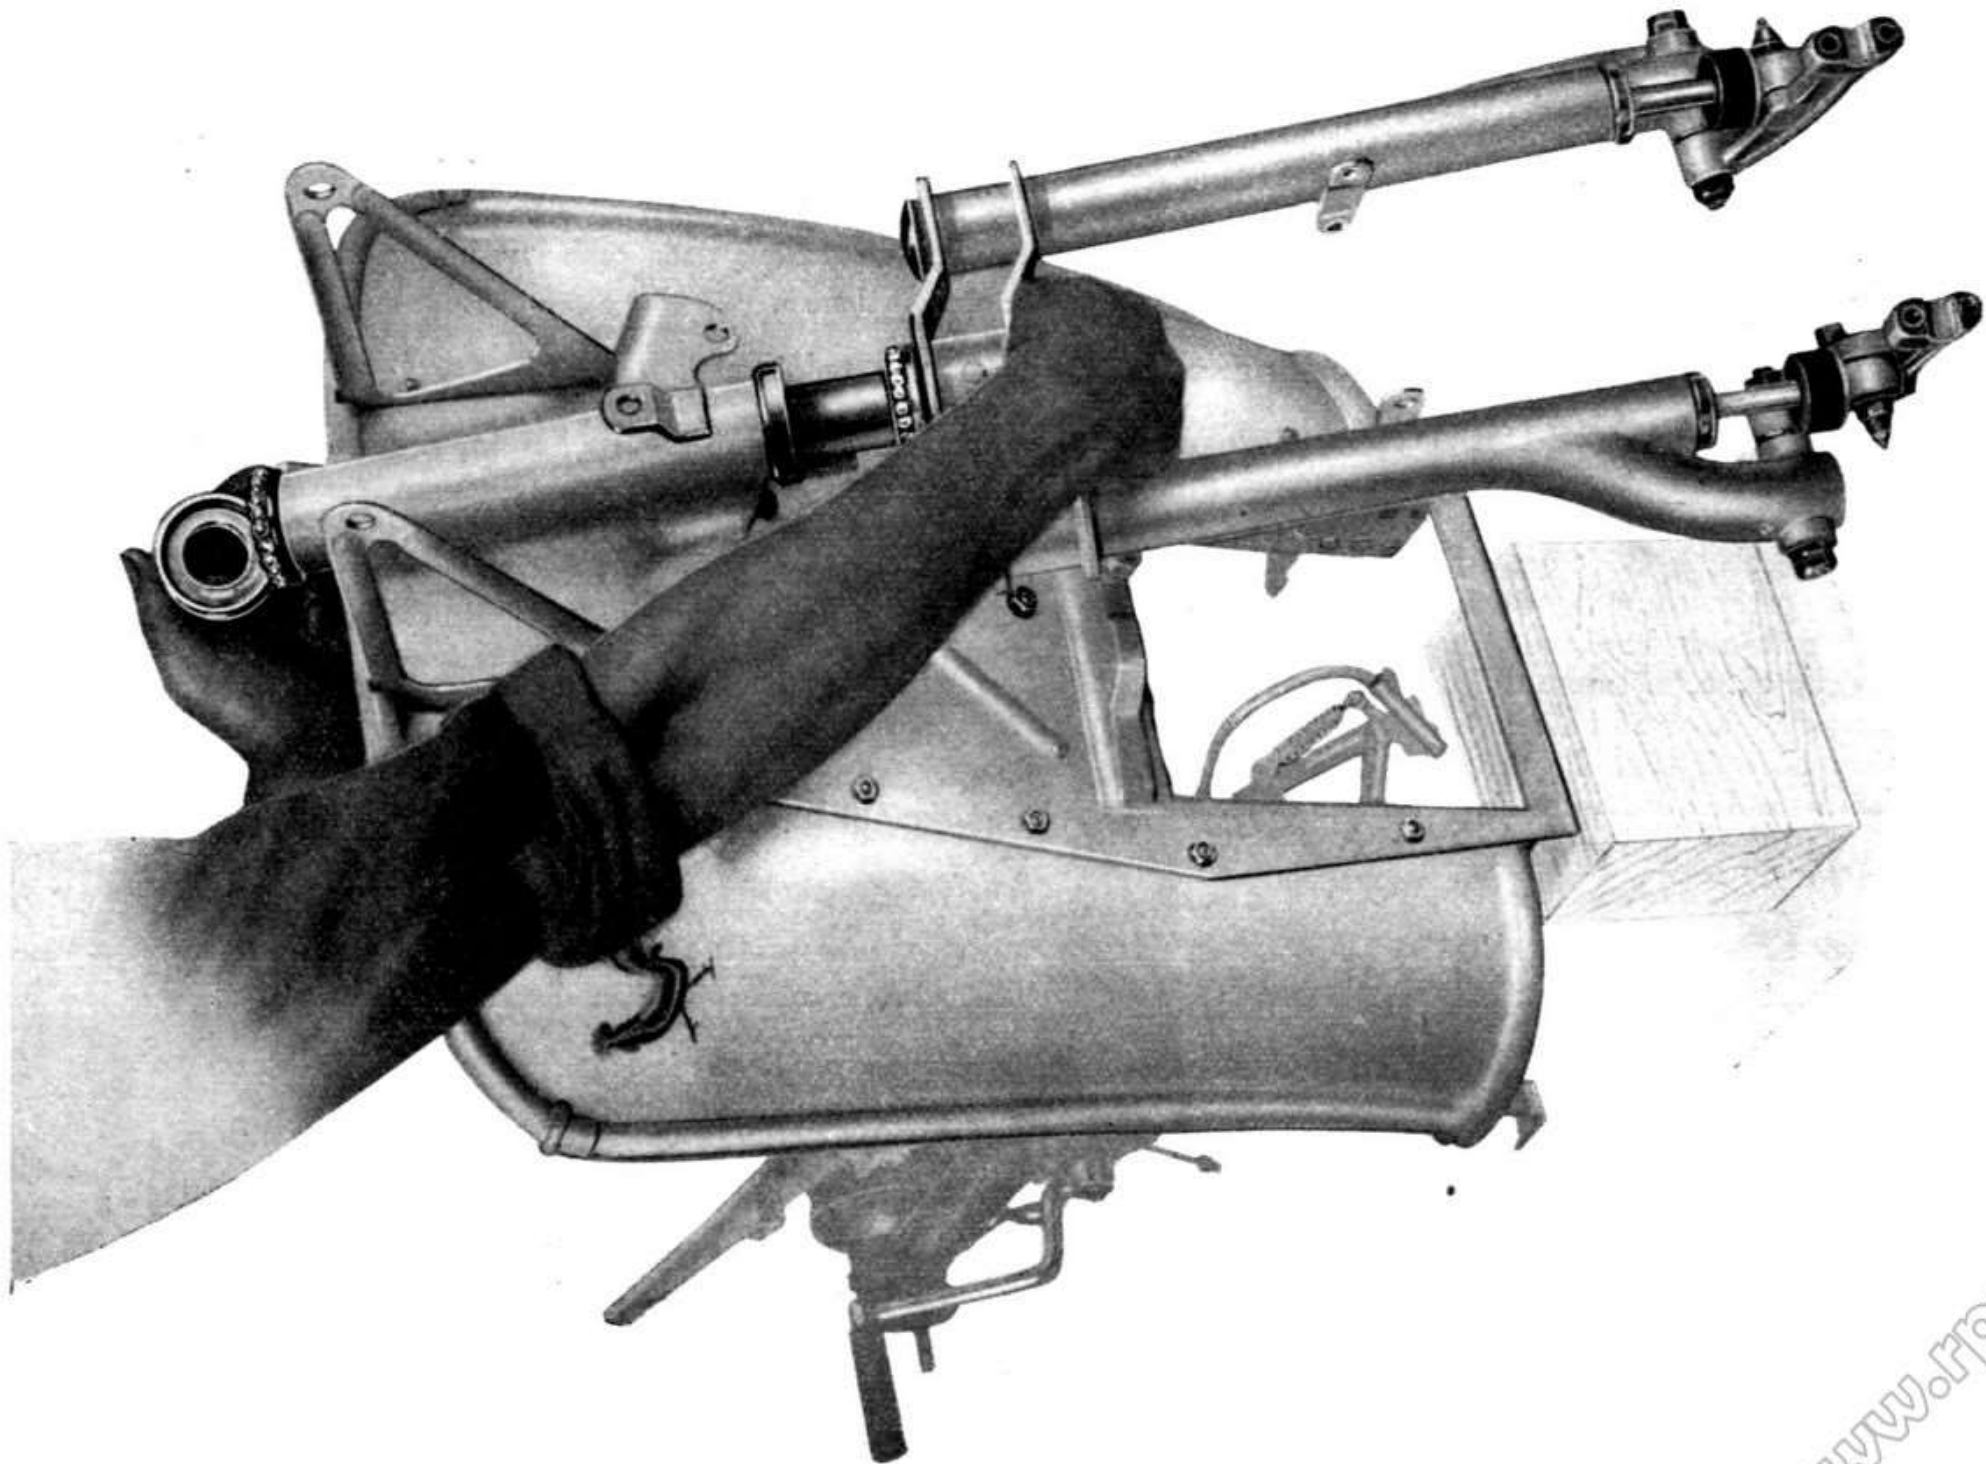

Fig. 30 - Come si smonta la forcella telescopica
- la forcella anteriore, sfilandola, dopo aver svitato la calotta superiore. Fare attenzione nello sfilarla a non perdere le sfere; ve ne sono 21 nella parte superiore e 21 nella parte inferiore (ved. fig. 30);